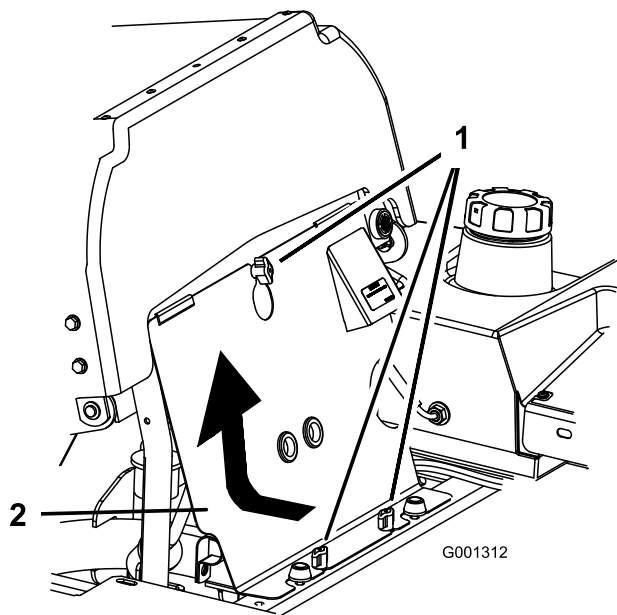

Figure 67
1. Basculez le siège en avant et déposez le panneau avant du moteur (Figure 67).